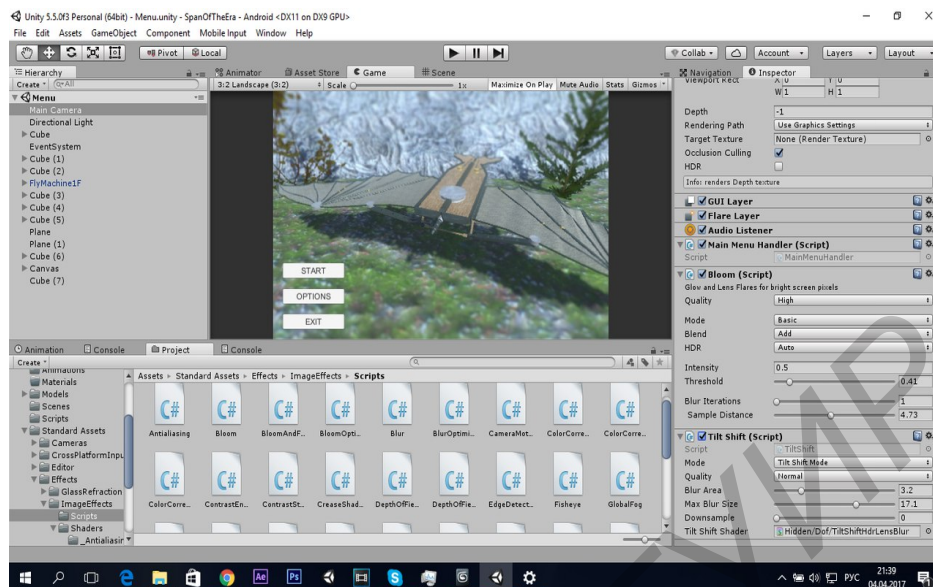

Рис. 3 – Заключительный этап (программирование парения, окружающей среды)
6. Заключительный этап включает в себя программирование парения, окружающей среды, и получение конечного результата (рисунок 3).